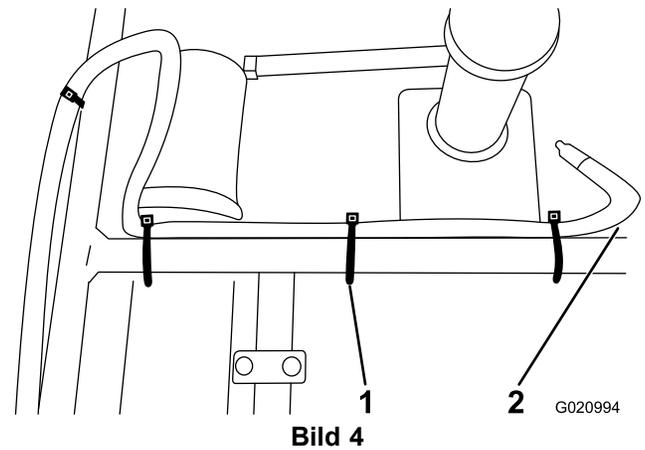

Bild 4
4. Befestigen Sie den Kabelbaum mit den Kabelbinden am Sitzpfannenflansch (Bild 4).